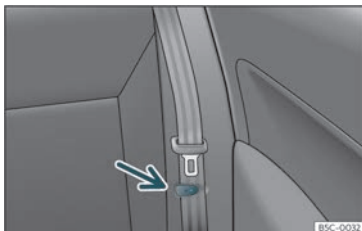

Fig. 110 Sedile posteriore: morsetto per sostenere la cintura di sicurezza.
- Collocare le cinture di sicurezza laterali nel morsetto del rivestimento »» fig. 110.